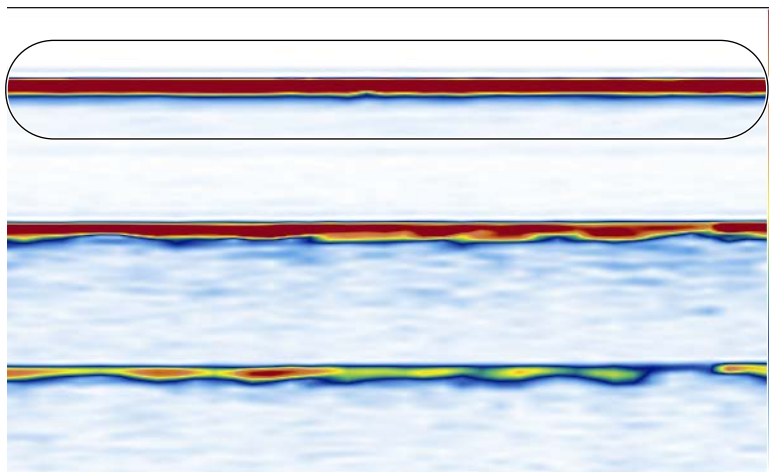

Figura 4-4 Um exemplo de exibição de S-scan
7. Certifique-se de que o sinal de S-scan esteja sem bolhas (veja a Figura 4-4 na página 63).